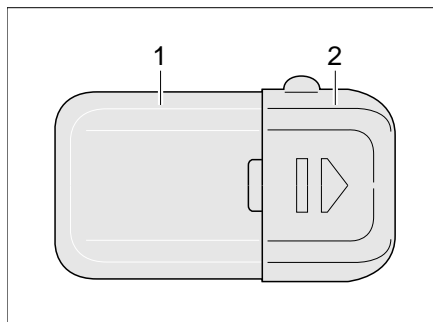

Bild 259 Kleiderschrankleuchte
- Leuchtenabdeckung (Bild 259,1) leicht zusammendrücken und abnehmen.
- Deckel (Bild 259,2) in Pfeilrichtung aufschieben.
- Deckel (Bild 259,2) wieder aufschieben.